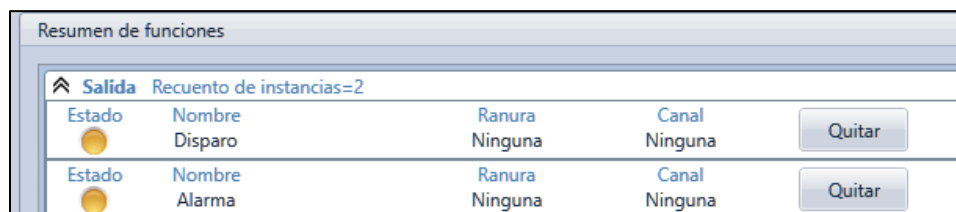

Figura 2-15. Pantalla de resumen de funciones
Paso 10: Haga clic en el botón de estado Amarillo (Figura 2-15) en la instancia de Disparo de salida recién creada. Asigne la salida de hardware 2 en la ranura 3 tal y como se muestra en Figura 2-16. Repita para la Salida de alarma con la ranura 3, salida 4 tal y como se muestra en Figura 2-17. Estas salidas ahora se utilizan como instancias de salida OUT-1 y OUT-2 y se denominan "Disparo" y "Alarma".